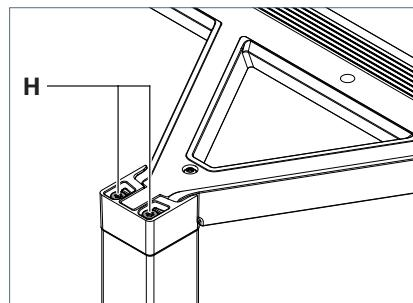

Fig. 10: Leuchtenkopf justieren.
- ▶ Um den Leuchtenkopf abzusenken, drehen Sie die Stellschrauben **H** gegen den Uhrzeigersinn, siehe Fig. 10.